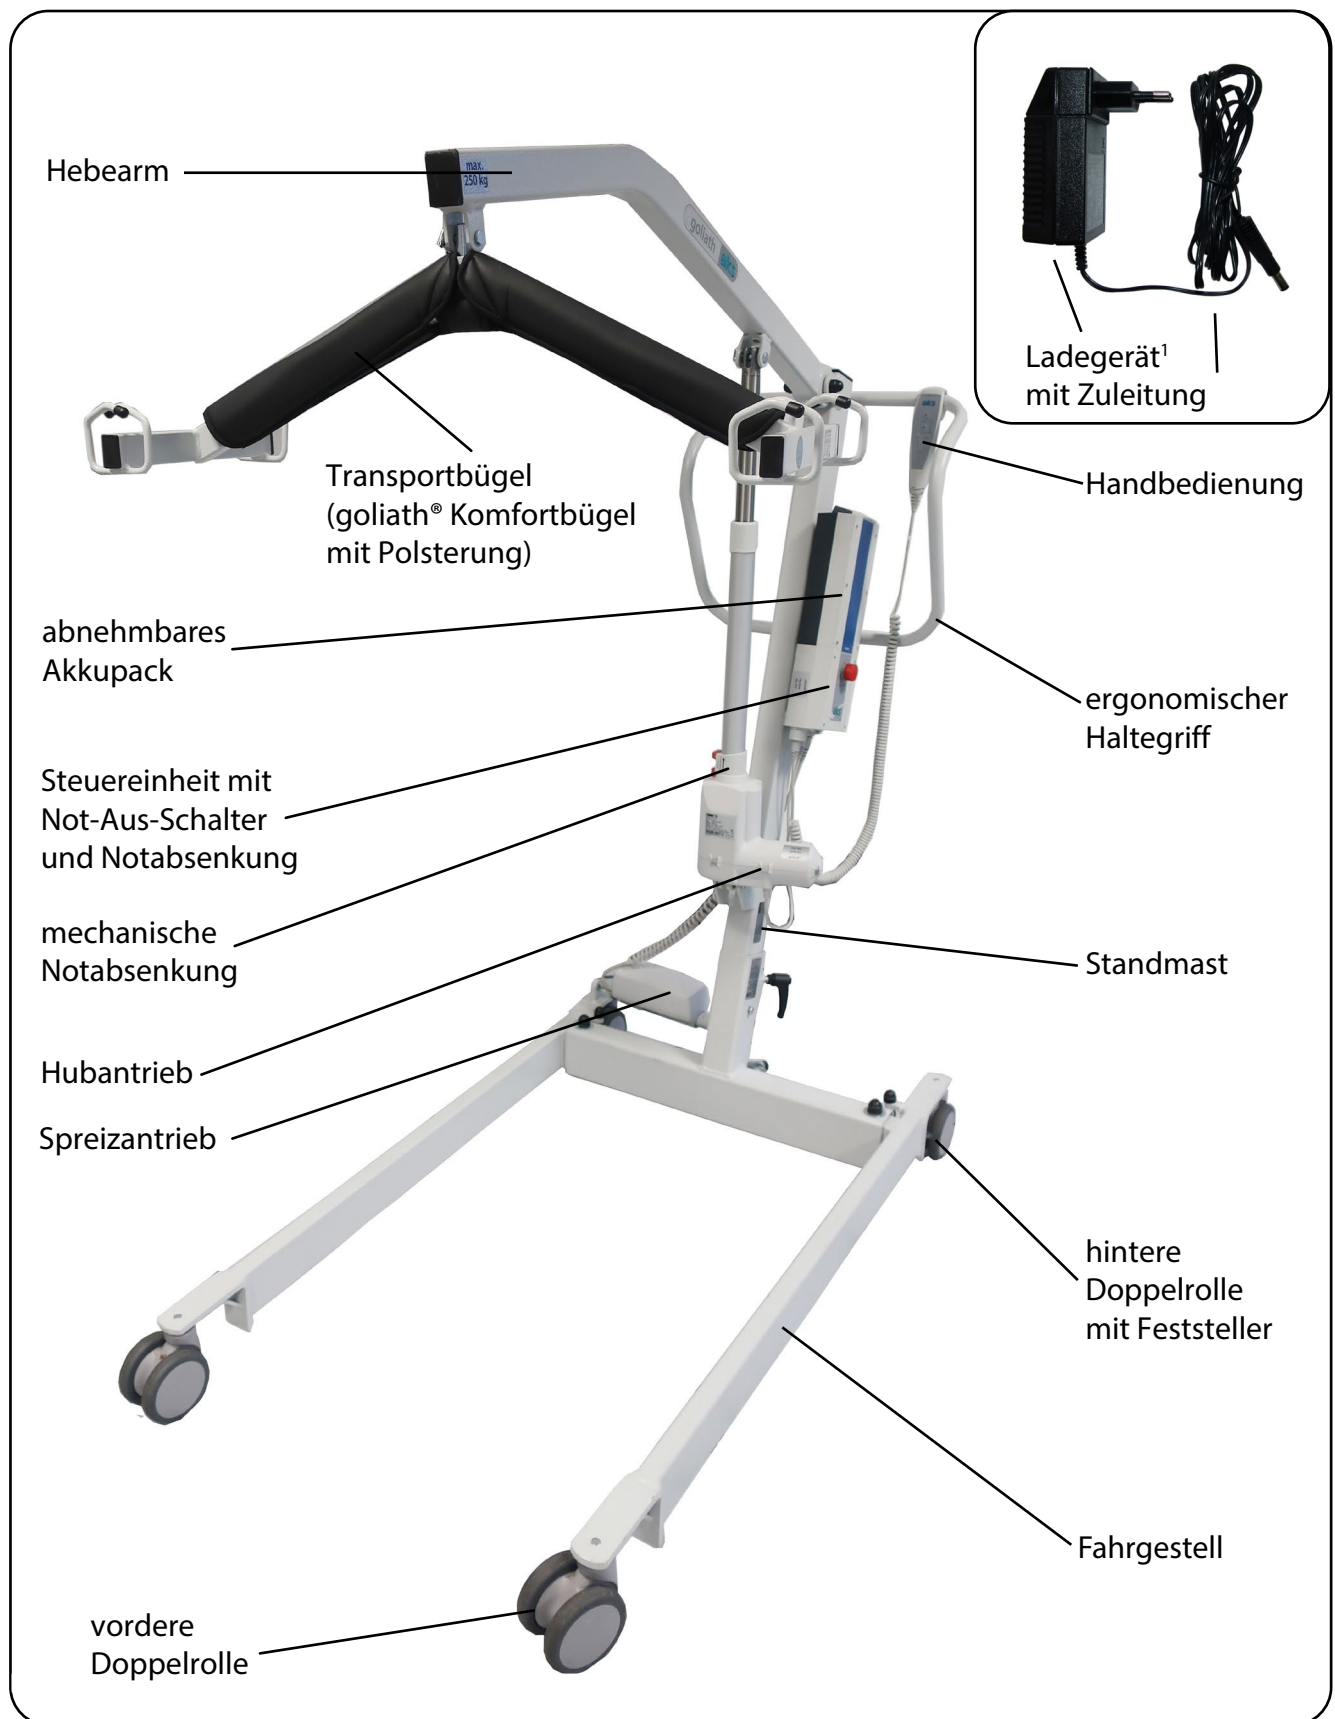
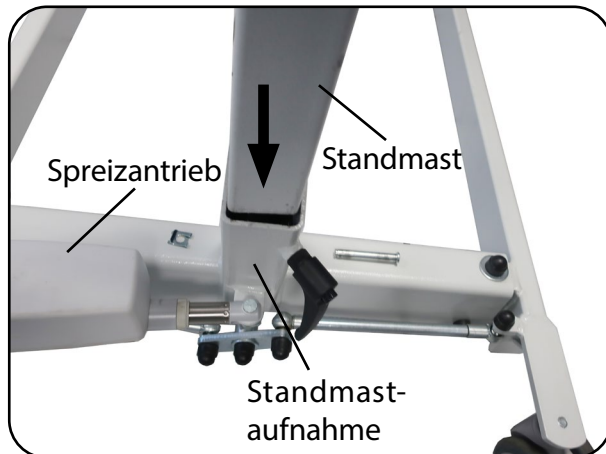

Abb. 5.01 – goliath®
Abb. 6.2.03 - Standmast einstecken
5. Stecken Sie den Standmast, in Fahrtrichtung zeigend, in die Standmastaufnahme am Fahrgestell ein (Abb. 6.2.03 und Abb. 5.01).